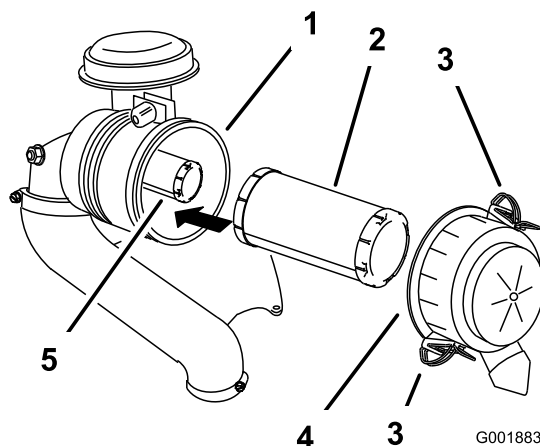

Figure 30
3. Déverrouillez le filtre à air et détachez le couvercle du boîtier du filtre (Figure 30).
5. Sortez le préfiltre du boîtier du filtre avec précaution (Figure 30).
2. Si vous remplacez l'élément de sécurité, insérez-le avec précaution dans le boîtier du filtre (Figure 30).
3. Glissez ensuite le préfiltre sur l'élément de sécurité avec précaution (Figure 30).
4. Reposez le couvercle du filtre à air, le côté portant l'inscription **UP** en haut, et verrouillez-le (Figure 30).